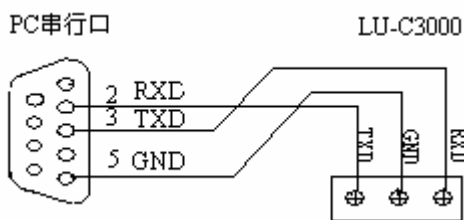

图5.1 RS232通讯接线方法
5、3脚。用户只需将所配备的RS-232三芯通讯线的一端接于此端口，另一端与上位机的串行口相连。其连接方式见图5.1。